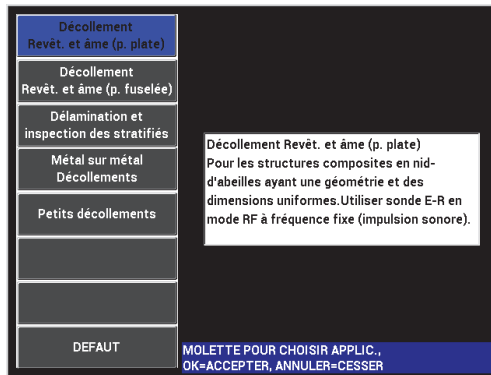

Figure 6-2 Application Décollement Revêt. et âme (p. plate)
- Sélectionnez l'application **Décollement Revêt. et âme (p. plate)**, et puis appuyez sur  pour accepter (voir la Figure 6-2 à la page 136).